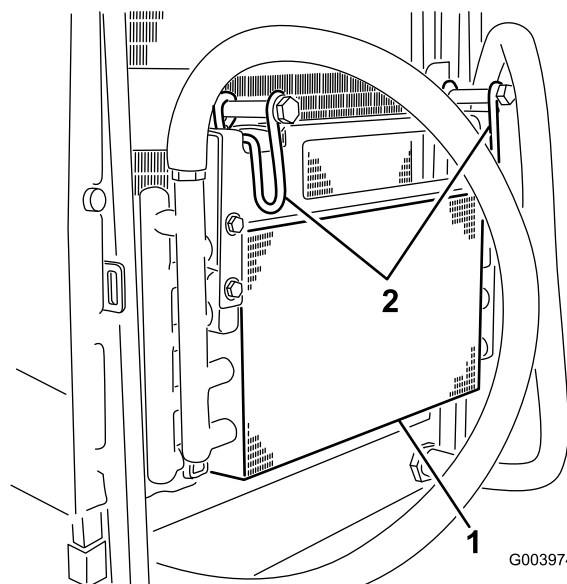

Figura 60
5. Gire los cierres hacia dentro para liberar el enfriador de aceite (Figura 60).